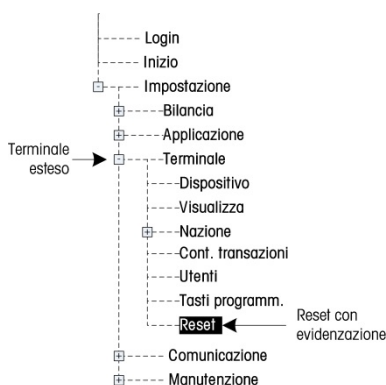

Figura 3-25: Struttura del menu di configurazione: Reimposta
1. Premere il softkey CONFIGURAZIONE . Viene visualizzata la struttura del menu di configurazione (v. Figura 3-25).